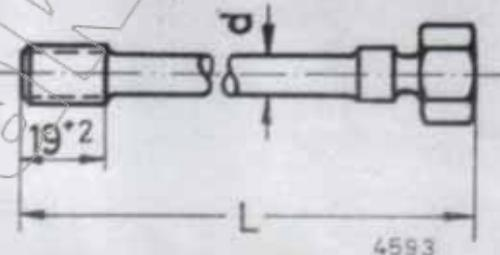

Bild 28 Zylinderkopfschraube
Vor dem Einbau sind der Schaftdurchmesser und die Länge der Zylinderkopfschrauben mittels Schieblehre zu messen (Bild 28). Zylinderkopfschrauben mit langem Dehnschaft längen sich nach mehrmaligem Lösen und Wiederanziehen. Sie dürfen deshalb nicht mehr verwendet werden, wenn das Maß $L = 209$ mm und mehr beträgt, um ein Aufsitzen im Gewindegrund zu vermeiden. An einem Zylinderkopf dürfen nur (4) vier Schrauben mit gleichem, vorzugsweise 8 mm Schaftdurchmesser verwendet werden. Das Gewinde der Zylinderkopfschrauben sowie die Unterlegscheiben werden vor dem Anziehen eingeölt.